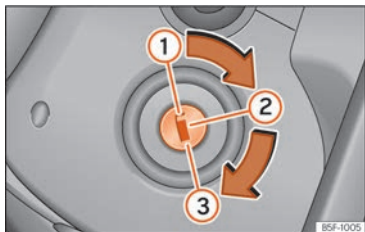

Fig. 216 Posizioni della chiave di accensione.
In questa posizione »» **fig. 216 ①** sia il motore che il quadro sono spenti e si può inserire il bloccasterzo.
- Girare la chiave di accensione fino alla posizione di avviamento » **fig. 216 (3)**.
- Girare la chiave fino alla posizione » **fig. 216 (2)**. La spia  si accenderà nel caso di preincandescenza del motore.
- Girare la chiave fino alla posizione »» **fig. 216 ①**.
- Estrarre la chiave di accensione dalla posizione »» **fig. 216 ①** »» **⚠**.